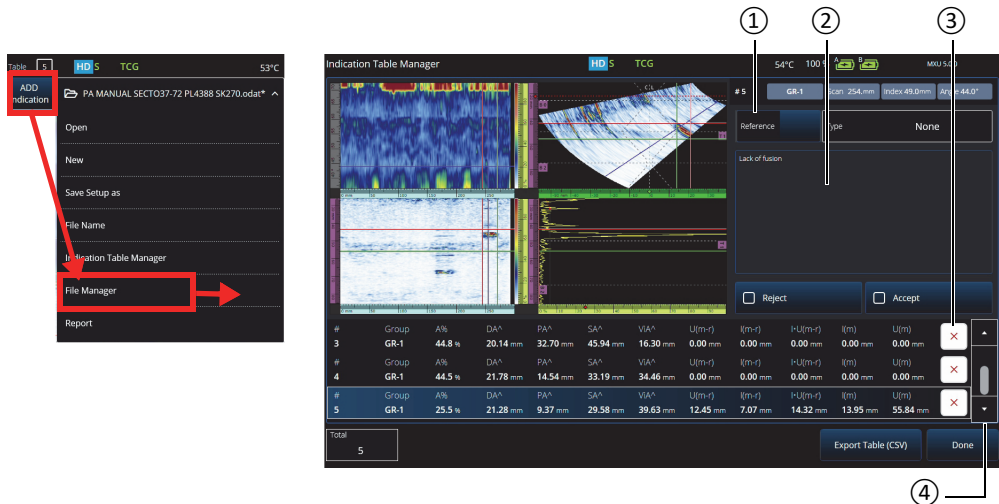

图 5-2 缺陷报表管理器窗口
- 要将缺陷指示添加到报表中，需在缺陷指示上设置布局和光标（在分析模式中），然后单击 **Add Indication**（添加缺陷指示）（参见第 185 页的图 5-2 的左图）。为每个要添加的缺陷指示重复以上步骤。
- 单击 **File**（文件）> **Indication Table Manager**（缺陷报表管理器），访问缺陷报表（参见第 185 页的图 5-2 的右图和第 186 页的表 85）。